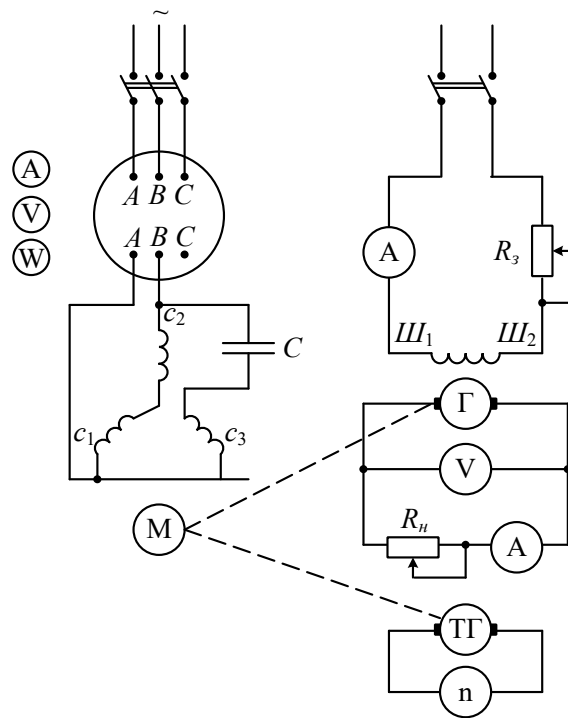

Рисунок 11.1 – Схема для дослідження характеристик конденсаторного асинхронного двигуна
3.5 Підготуйтеся до відповіді на контрольні питання (таблиця 11.1, рисунок 11.1).